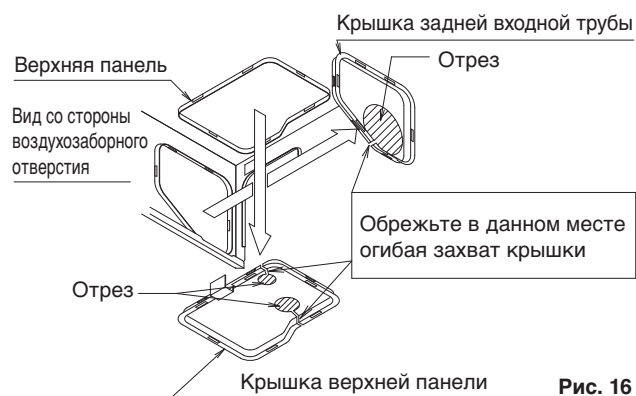
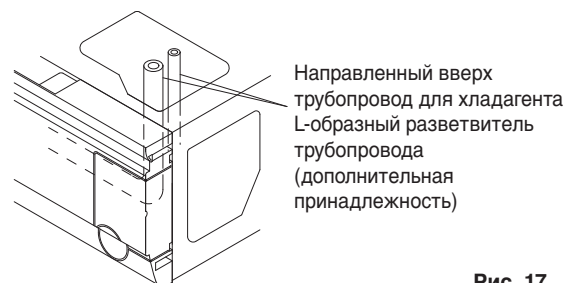
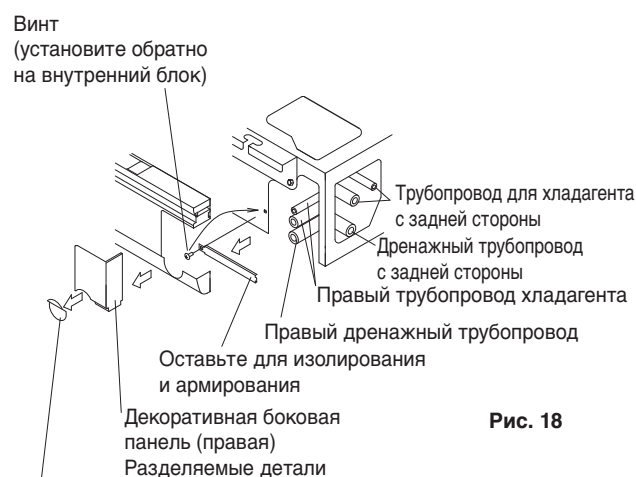
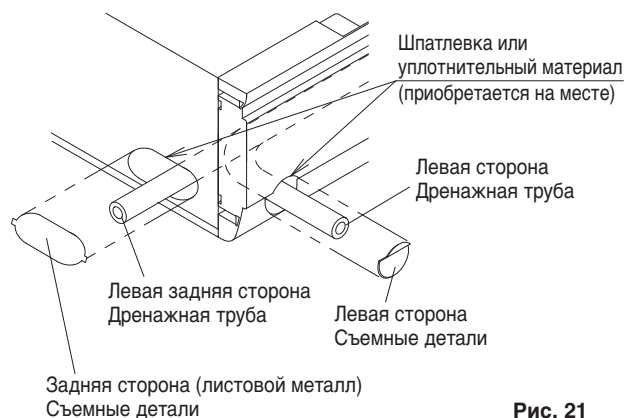

Рис. 16
Рис. 17
Рис. 18
Рис. 21
- Перед подключением трубопровода для хладагента удалите остатки упаковочного материала (в т.ч армирование). (См. рис. 18)
- (1) Для задней стороны трубопровода
- Снимите заднюю крышку для доступа к трубопроводу и подсоедините патрубок. (См. рис. 16 и рис. 18)
- (2) Для верхнего трубопровода
- Снимите крышку для доступа к верхней панели и подсоедините трубопровод с помощью Г-образного переходника (опция). (См. рис. 16 и рис. 17)
- (3) Для трубопровода на правой стороне
- Удалите остатки упаковочного материала (в т.ч. армирование) с правой стороны и установите винт обратно в отверстие на блоке. (См. рис. 18)
- Прорежьте выбивное отверстие в декоративной боковой панели (правой) и подсоедините трубопровод. (См. рис. 18)
Также, что касается крышки верхней панели, которая была снята ранее, проденьте провод электродвигателя горизонтальной заслонки и вывод термистора через зажим на крышке верхней панели и зафиксируйте их. (См. рис. 16 и 19.)
- (1) Выполните установку дренажного трубопровода.
- Дренажный трубопровод допускается подсоединять следующим образом: Для правой задней/правой стороны см. рис. 18 в разделе "6. РАБОТЫ С ТРУБОПРОВОДОМ ДЛЯ ХЛАДАГЕНТА" а для левой задней/левой стороны см. рис. 21.